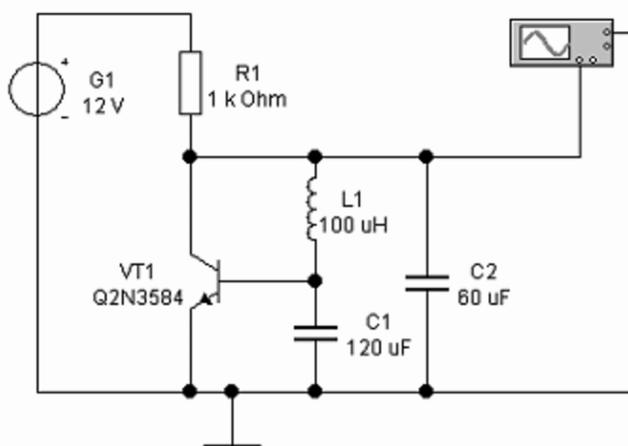

Рис. 1 – схема для исследования автогенератора, собранного по схеме
1. Собрать схему автогенератора, изображенную на рис. 1.